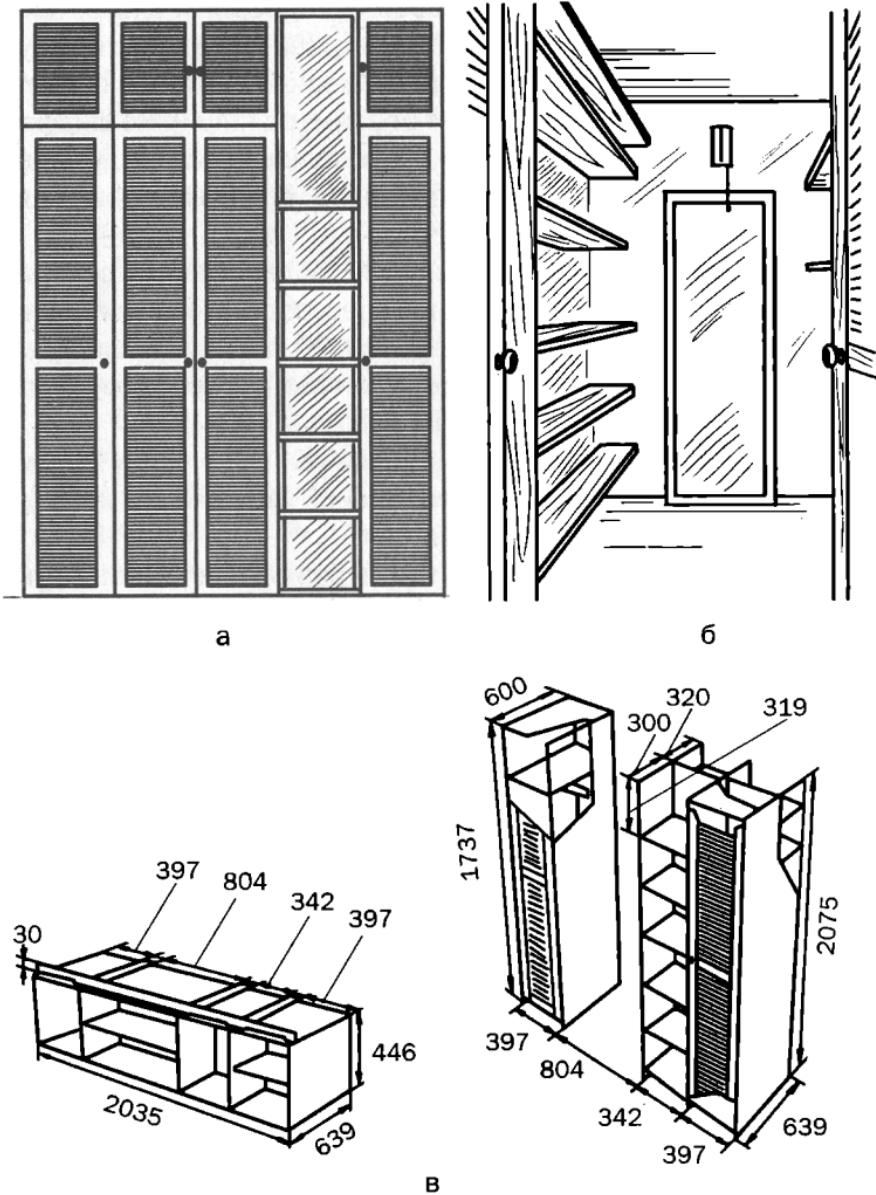

Рис. 141. Гардеробная комната в нише (размеры указаны в миллиметрах): а — лицевая сторона; б — внутреннее обустройство; в — схема сборки шкафа-перегородки
2. Гардеробная комната в нише. В том случае, если в квартире имеется ниша, ее можно использовать для обустройства небольшой гардеробной комнаты (рис. 141) (другой вариант — отгородить часть комнаты), применяя в качестве перегородки набор корпусной мебели, который состоит из трех элементов.